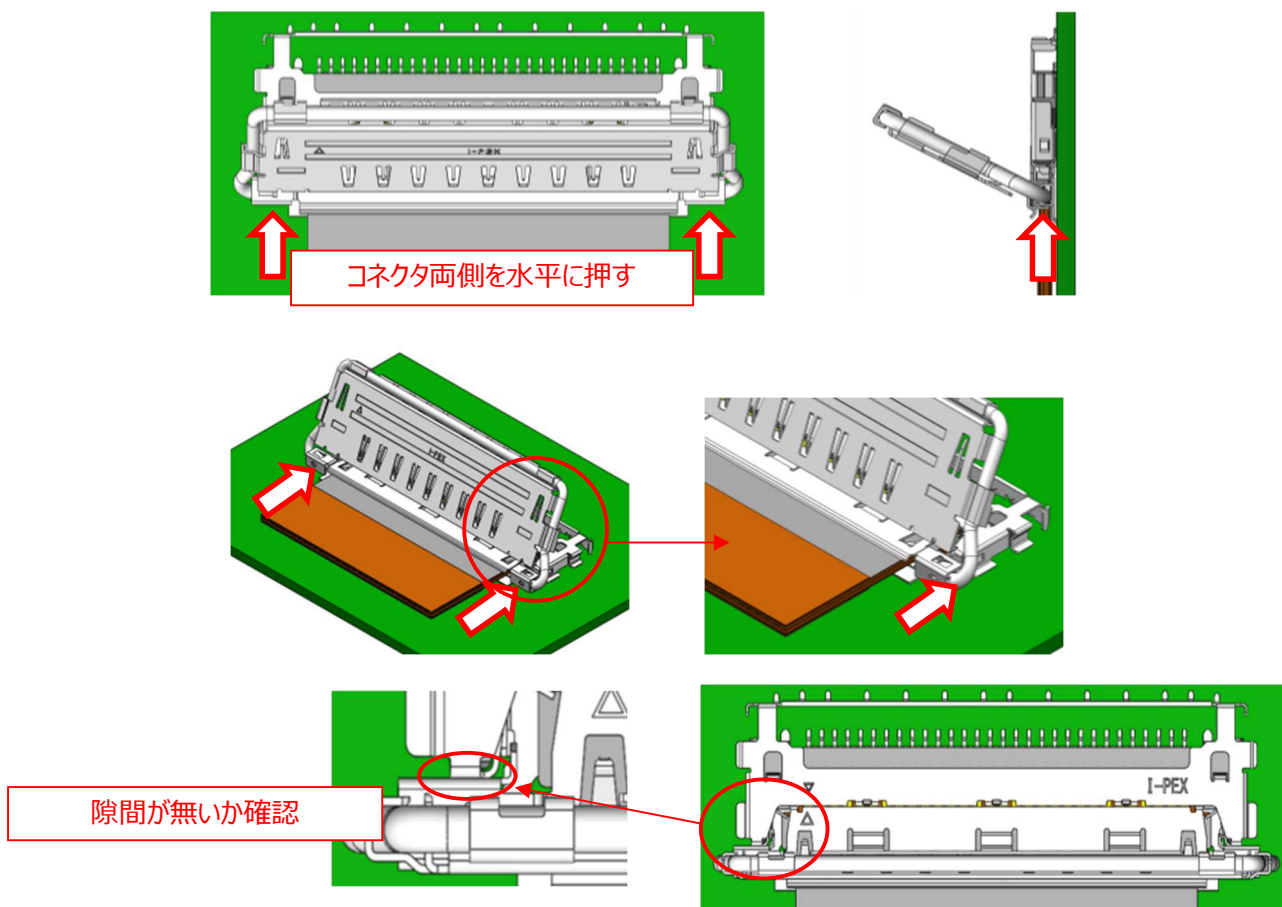

図 4
② 図 4 の様に、プラグコネクタの両側を水平に押し、隙間が無いかを確認する。